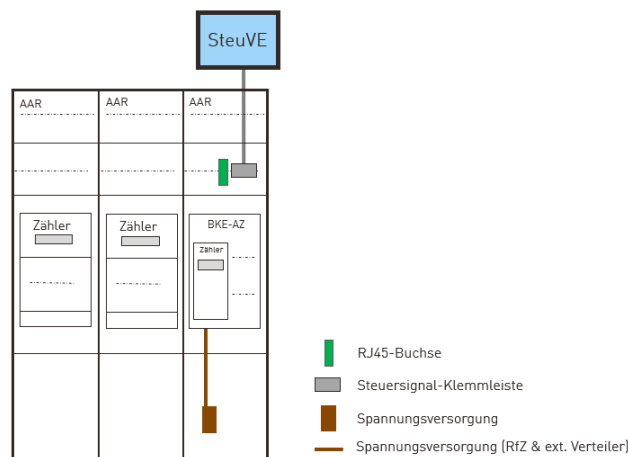

Abbildung 3: Vorbereitung Steuerung über eine BKE-AZ
- auf dem erforderlichen Dreipunkt-Zählerplatz kann eine Adapterplatte BKE-AZ mit mindestens 12 Teilungseinheiten für den Raum für Zusatzanwendungen durch den Errichter zur Verfügung gestellt werden (siehe Abbildung 3). Eine Spannungsversorgung aus dem netzseitigen Anschlussraum für das Smart-Meter-Gateway und das Steuergerät ist nach VDE-AR-N 4100 vorzubereiten. Dadurch ist ein zusätzlicher Raum für Zusatzanwendungen nicht mehr erforderlich.